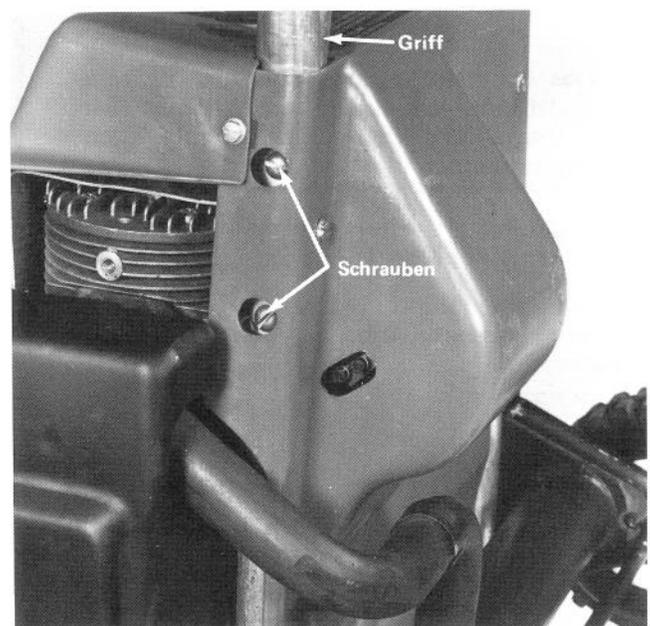

Abb. 4
3. Den Griffbügel auf beiden Seiten mit vier Maschinenschrauben befestigen. Die Schrauben gut festziehen. (Abb. 4).